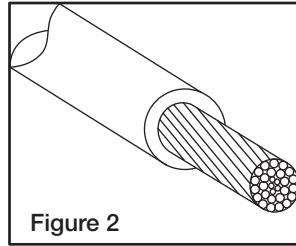

Figure 2
2. Strip cable insulation avoiding damage to the conductor's strands (Figure 2).
2. Remueve el aislante evitando dañar los alambres del conductor (Figure 2).